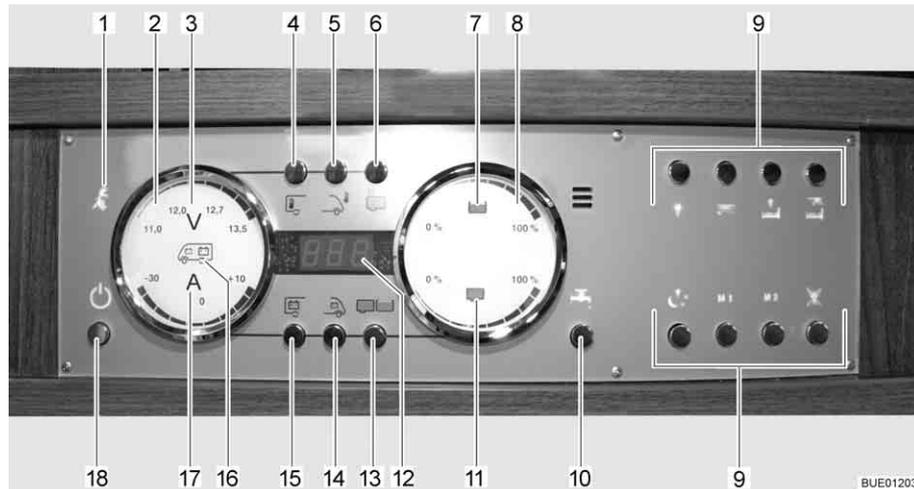

Fig. 137 Panneau de contrôle LT 510
Le voyant de contrôle 230 V (Fig. 137,1) s'allume si l'arrivée du bloc électrique est sous tension de réseau.
L'interrupteur principal 12 V (Fig. 137,18) établit ou coupe le panneau de contrôle et l'alimentation 12 V de la cellule.
- Appuyer brièvement sur la touche d'alimentation 12 V (Fig. 137,18). L'alimentation 12 V de la cellule est assurée. L'indicateur de contrôle "12 V" s'allume.
- ▷ La tension de la batterie de cellule est trop faible quand les DEL "11,0" de l'affichage en Volt et le symbole Volt "V" (Fig. 137,3) clignotent dans l'indicateur des batteries (Fig. 137,2) après la mise sous tension. Charger la batterie.
- ▷ La coupure de batterie est active quand l'indicateur de contrôle "12 V" et le symbole Volt "V" (Fig. 137,3) clignotent trois fois après la mise sous tension. Désactiver la coupure de batterie.
- Appuyer brièvement sur la touche d'alimentation 12 V (Fig. 137,18). L'alimentation 12 V de la cellule est coupée. L'indicateur de contrôle "Alimentation 12 V" s'éteint.
- Appuyer sur la touche batterie de cellule (Fig. 137,15) et la maintenir enfoncée pendant 10 secondes environ. Le symbole Volt "V" (Fig. 137,3) et l'indicateur de contrôle "12 V" clignotent trois fois. La batterie de cellule est coupée du réseau de bord de 12 V.
- Appuyer sur la touche d'alimentation 12 V (Fig. 137,18) et la maintenir enfoncée pendant 5 secondes environ. Le symbole Volt "V" (Fig. 137,3) et l'indicateur de contrôle "12 V" clignotent trois fois. La batterie de cellule est branché au réseau de bord 12 V. L'indicateur de contrôle s'allume au bout d'env. 5 secondes.
- Appuyer sur la touche de la batterie de cellule (Fig. 137,15). Le symbole Volt "V" (Fig. 137,3) s'allume. Le symbole Ampères "A" (Fig. 137,17) est, suivant son niveau de charge, blanc ou rouge. La tension de la batterie et le courant de la batterie de cellule sont affichés au moyens de DEL à l'intérieur de l'indicateur.
- Appuyer sur la touche de la batterie de démarrage (Fig. 137,14). Le symbole Volt "V" (Fig. 137,3) s'allume. Des DEL à l'intérieur de l'indicateur indiquent la tension de la batterie de démarrage.
- Appuyer sur la touche réservoirs (Fig. 137,13). Les symboles réservoir d'eau (Fig. 137,7) et réservoir d'eaux usées (Fig. 137,11) s'allument. Des DEL à l'intérieur de l'indicateur indiquent le niveau du réservoir d'eau (échelle supérieure) et celui du réservoir d'eaux usées (échelle inférieure).
Alarme réservoir Le symbole du réservoir d'eau (Fig. 137,7) ou celui du réservoir d'eaux usées (Fig. 137,11) clignote quand le réservoir d'eau est vide ou que le réservoir d'eaux usées est plein.
L'affichage numérique (Fig. 137,12) permet d'indiquer les températures intérieure et extérieure.
- Appuyer sur la touche température intérieure (Fig. 137,4). La température intérieure s'affiche.
- Appuyer sur la touche de la température extérieure (Fig. 137,5). La température extérieure s'affiche.